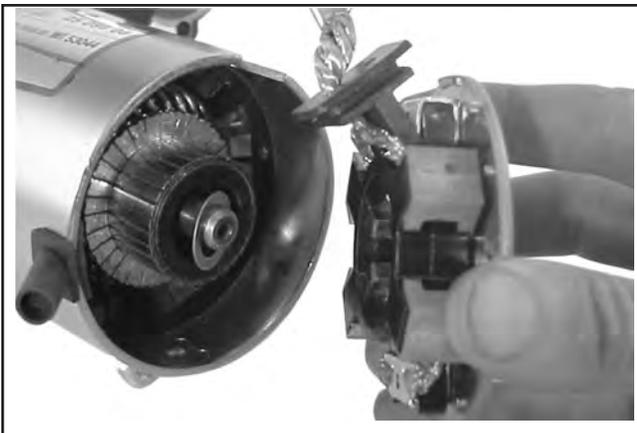

Abbildung 8-49. Abnahme der Umschalterendkappeneinheit.
5. Die Umschalterendkappeneinheit mit Bürstenhalterung, Bürsten, Federn und Befestigungskappen entfernen. Die Verschlusslaschen im Inneren des Umschalterendes entfernen. Siehe Abbildung 8-49.